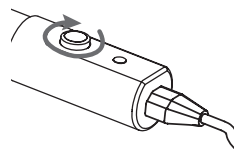

Fig. 9
- Tourner le bouton du thermostat dans le sens des aiguilles d'une montre jusqu'à atteindre le maximum [Fig. 9].